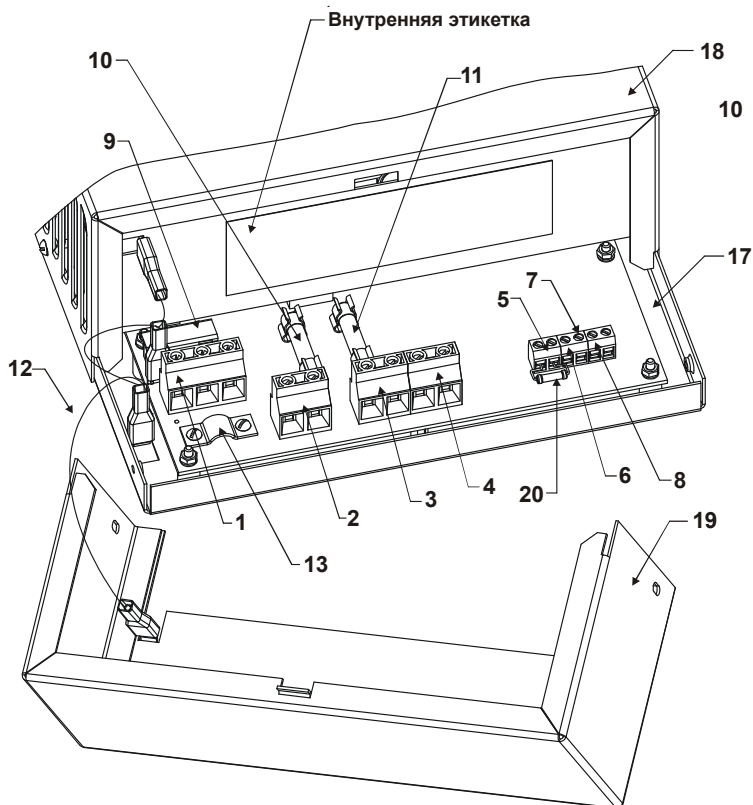

Рисунок 1
Источник размещен в металлическом корпусе, состоящем из дна, кожуха основного и кожуха монтажного отсека. Кожух основной скрывает радиоэлементы, не требующие обслуживания при эксплуатации источника, под кожухом монтажного отсека расположены элементы коммутации и защиты (рисунок 1), которые размещены на печатной плате.
Снимите кожух монтажного отсека поз.19 рисунок 1 для доступа к элементам коммутации и защиты. При необходимости отсоедините перемычку заземления поз.12 рисунок 1.
- ◆ Подключите, соблюдая фазировку, сетевые провода и провод заземления или шнур питания сетевой (входит в комплект поставки) к соответствующим контактам колодки «Сеть», пропустив их под прижимной планкой (поз.13 рисунок 1), предварительно ослабив фиксирующие ее винты не более чем на 4-5 оборотов, после чего затяните винты прижимной планки до обеспечения жесткой фиксации проводов.
- ◆ Закройте кожух монтажного отсека поз.19 рисунок 1, подсоединив к нему перемычку заземления поз.12 рисунок 1, если она была отсоединена.